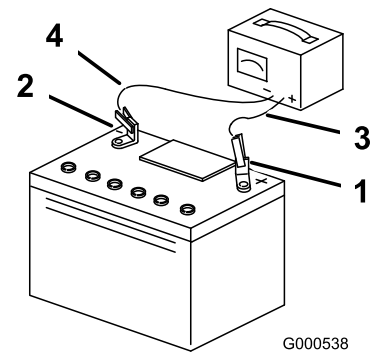

Figura 62
5. Cuando la batería esté completamente cargada, desconecte el cargador del suministro eléctrico, y desconecte los cables del cargador de los bornes de la batería (Figura 62).